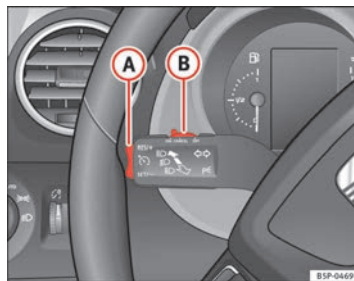

Abb. 149 Blinker- und Fernlichthebel: Schalter und Wippe für die Geschwindigkeitsregelanlage
- Drücken Sie den unteren Teil der Wippe **SET/-** ➔ Abb. 149 **(A)** einmal kurz, wenn die zu speichernde Geschwindigkeit erreicht worden ist.